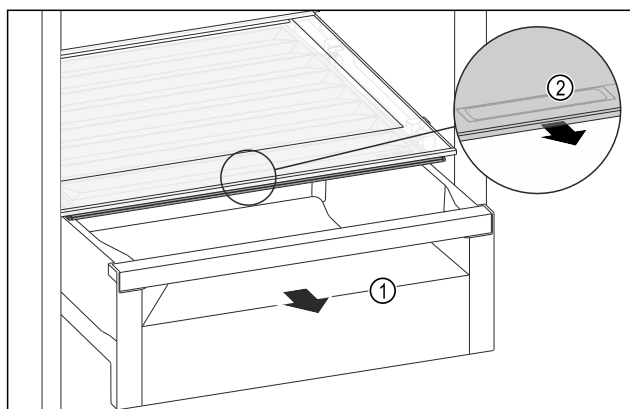

Fig. 98
- Schubfach Fig. 98 (1) herausziehen.
- Griffmulde Fig. 98 (2) am Fachdeckel anfassen und Fachdeckel gleichzeitig nach vorne ziehen.